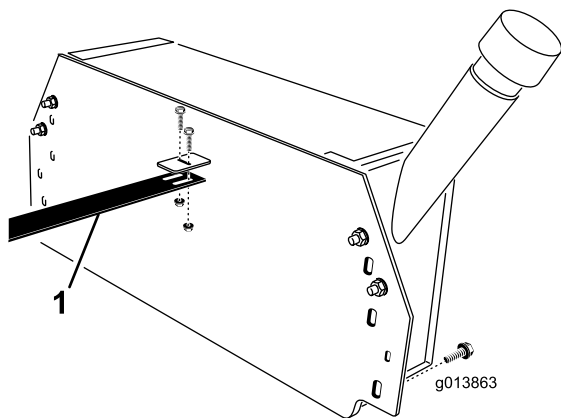

Figura 9
- Utilizzando 2 bulloni ($\frac{1}{4}" \times \frac{3}{4}"$) e i dadi di bloccaggio flangiati, attaccate la guida flessibile alla staffa sul serbatoio idraulico (Figura 9).